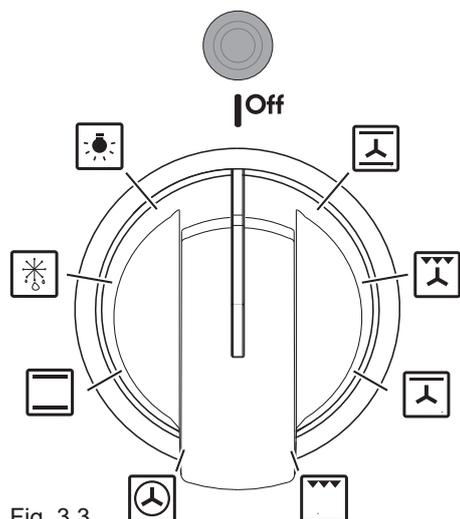

Fig. 3.3
**FUNCTION SELECTOR KNOB** (fig. 3.3)